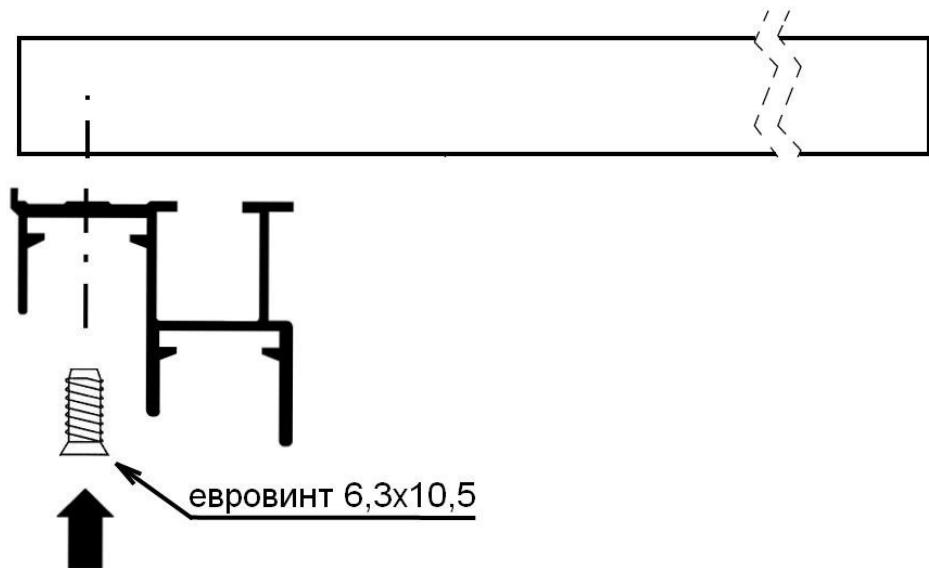

Рис. 5
7. На стенку горизонтальную нижнюю (8) евровинтами 6,3x10,5 установить нижнюю направляющую (рис.5).